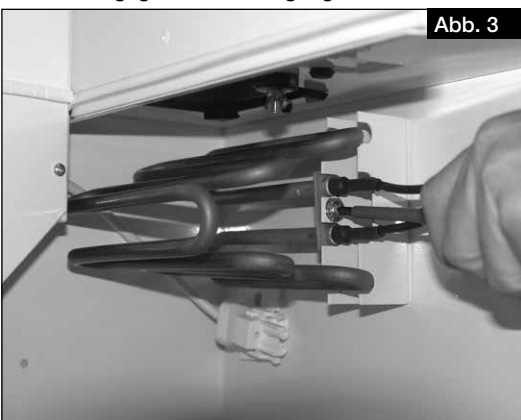

Abb. 3
4. Elektro-Vorheizung an der vorgesehenen Halterung mit beiliegender Schraube und Zahnscheibe festschrauben (s. Abb. 2 und Abb. 3).